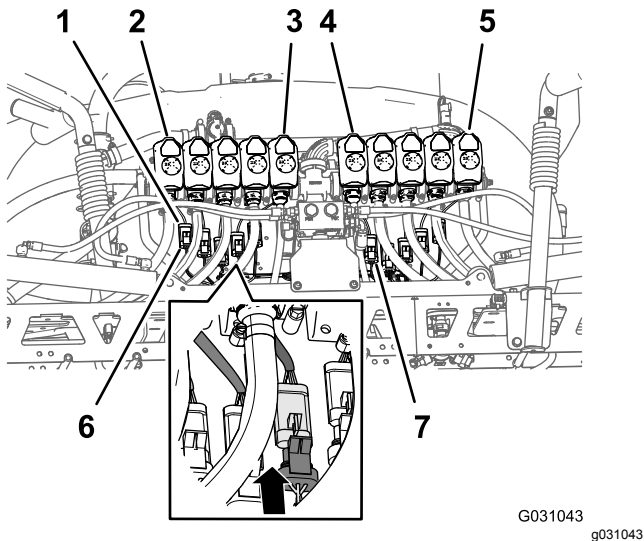

Figura 106
- Enrute los conectores hembra de 3 vías de la rama de 203 cm del arnés de cables, etiquetados **Nozzle Valve 1** (válvula de boquilla 1) a **Nozzle Valve 5** (válvula de boquilla 5) (por detrás del soporte de 10 válvulas y por debajo de las válvulas 1 a 5 (Figura 106).
- Enrute los conectores hembra de 3 vías de la rama de 203 cm del arnés de cables, etiquetados **Nozzle Valve 6** (válvula de boquilla 6) a **Nozzle Valve 10** (válvula de boquilla 10) por detrás del soporte de 10 válvulas y por debajo de las válvulas 6 a 10 (Figura 106).
- Conecte el conector hembra de 3 vías del arnés de cables trasero, etiquetado **Nozzle 1**, al conector de 3 pines del arnés de cables de la válvula de boquilla 1 (Figura 106).
- Repita el paso 3 en las posiciones de válvula de boquilla 2 a 10 (Figura 106).